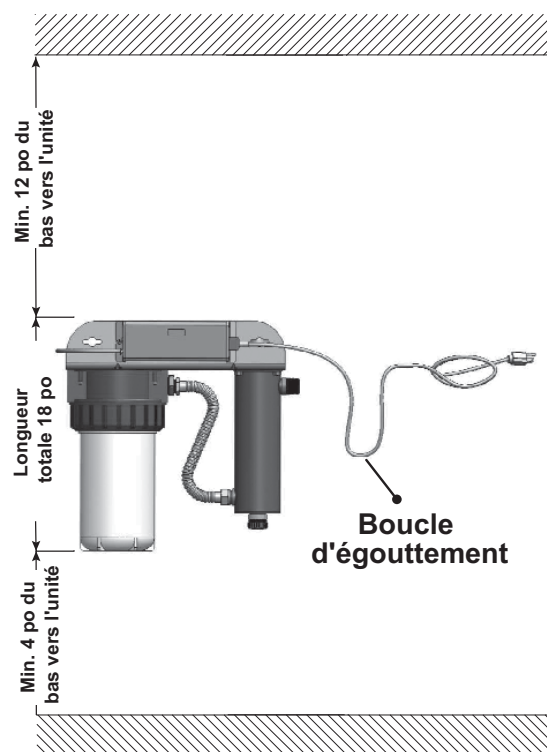

Figure 3 Installation de la désinfection
Le système de désinfection est conçu pour être installé à un point d'entrée. Des boucles d'égouttement dans tout le cordage branché au dispositif de commande sont hautement recommandées. Consultez la Figure 3.
2. Sélectionnez un emplacement approprié pour le système de désinfection et ses composants connexes. Étant donné qu'il est recommandé d'installer un dijoncteur de fuite de terre (DFT), assurez-vous qu'il est pris en compte avant l'installation. Lorsque vous sélectionnez un emplacement de montage, laissez suffisamment d'espace pour permettre la dépose du manchon de la lampe UV, ainsi qu'assez d'espace pour changer les cartouches de filtre. Consulter la Figure 3 pour les dimensions d'espace typiques.
4. Assurez-vous d'avoir laissé une « boucle d'égouttement » sur le cordon d'alimentation, à nouveau, pour empêcher l'eau de pouvoir entrer dans le dispositif de commande. Consultez la Figure 3.